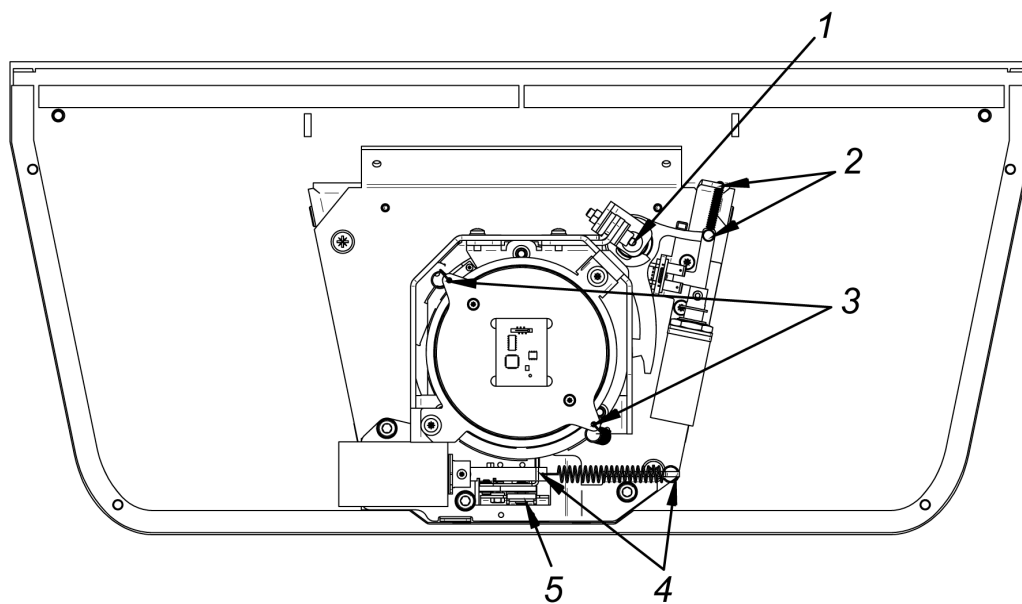

Рисунок 17. Техническое обслуживание механизма турникета
3. Проверьте надежность крепления преграждающих планок (3) к маховику и при необходимости подтяните установочные винты крепления преграждающих планок.
5. Снимите колпак турникета (1) с блоком индикации (2) согласно разд. 6.
- ось вращения рычага стопора (точка 1 на рис. 17) – смазкой **Chain and Rope Lube Spray – WEICON** или другой с аналогичными свойствами;
- места крепления пружин (точки 2, 3, 4 на рис. 17) – молибденовой смазкой;
- детали механизма аварийного открытия прохода (автоматического опускания преграждающей планки «Антипаника», точка 5 на рис.17) – смазкой **Chain and Rope Lube Spray - WEICON** или другой с аналогичными свойствами.